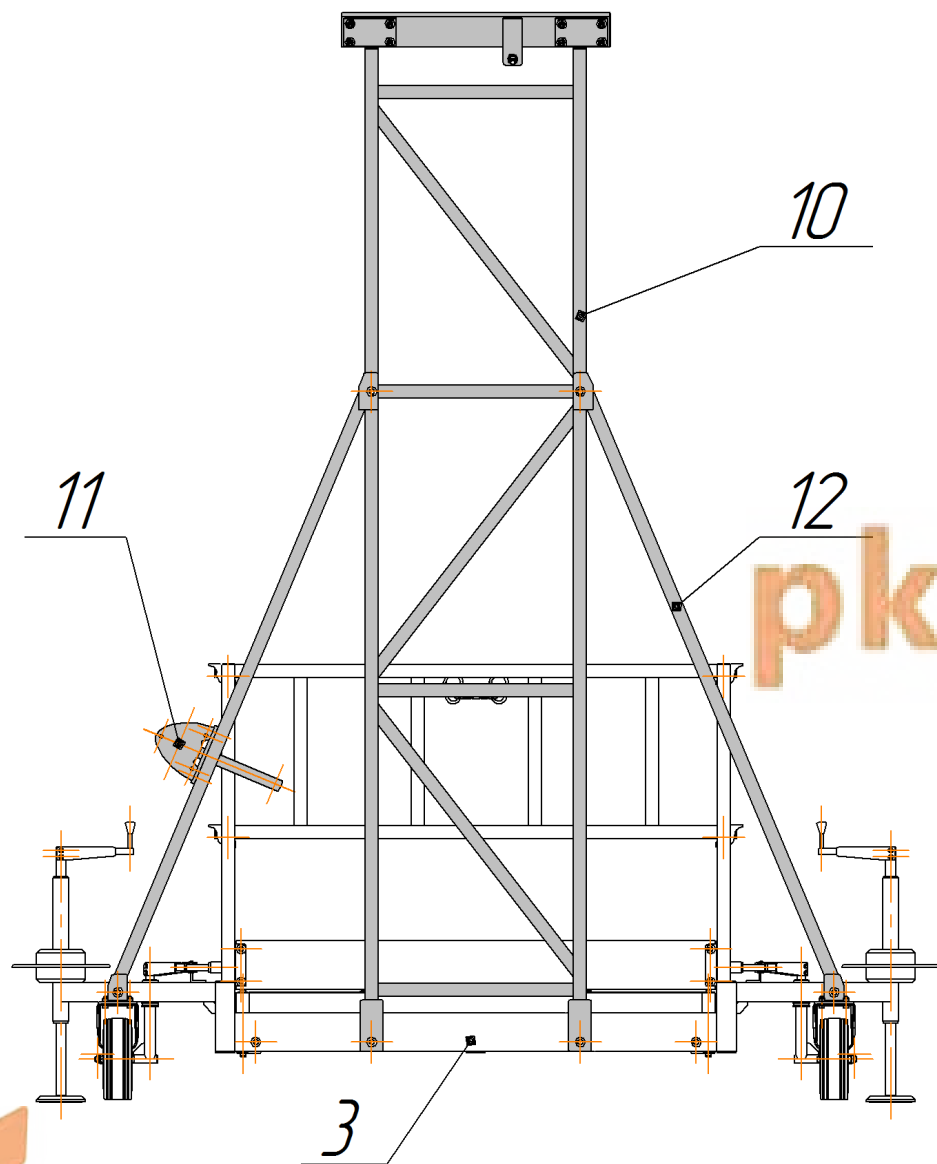

Рис. 2
5.7. Установить раму вертикальную 10 на мосту заднем 3. Рис. 2.
5.8. Присоединить диагональ с лебёдкой 11 к мосту заднему 3 и раме вертикальной 10. Рис. 2.
5.9. Присоединить диагональ 12 к мосту заднему 3 и раме вертикальной 10. Рис. 2.